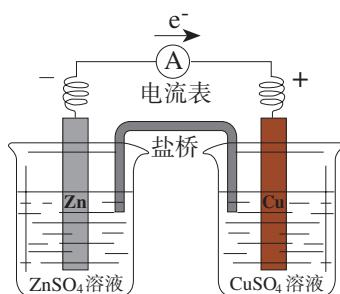

图 4-1 锌铜原电池示意图
如图 4-1 所示，将置有锌片的 ZnSO4 溶液和置有铜片的 CuSO4 溶液用一个盐桥① 连接起来，然后将锌片和铜片用导线连接，并在中间串联一个电流表，观察现象。取出盐桥，观察电流表的指针有何变化。
实验表明，接通电路时，电流表的指针发生偏转，即电路中有电流通过。从上述装置中取出盐桥，电流表的指针又回到零点，即电路中没有电流通过。如图 4-1 所示的原电池叫做锌铜原电池，其中锌一端为负极，铜一端为正极。
(1) 图 4-1 所示的锌铜原电池工作时，电子在导线中的运动方向是怎样的？阴离子和阳离子在电解质溶液中的运动方向是怎样的？
① 盐桥中装有含 KCl 饱和溶液的琼脂，离子可在其中自由移动。
(2) 锌铜原电池可看作由两个半电池组成，一个发生氧化反应，另一个发生还原反应。试分别写出两个电极上的反应及总反应的离子方程式。
请结合图4-1绘制反映原电池工作原理的示意图，并与同学交流。示意图要求包括以下内容：